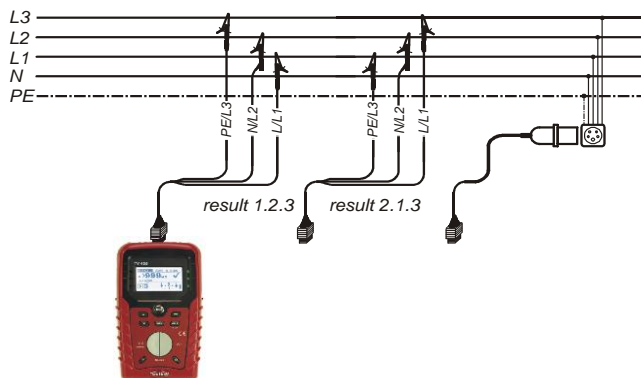

Figure 5.2: Connexion du cordon de test à 3 fils et de l'adaptateur optionnel dans un système triphasé
- **Connecter** les fils d'essai à l'élément à tester (voir figures 5.2 et 5.3).